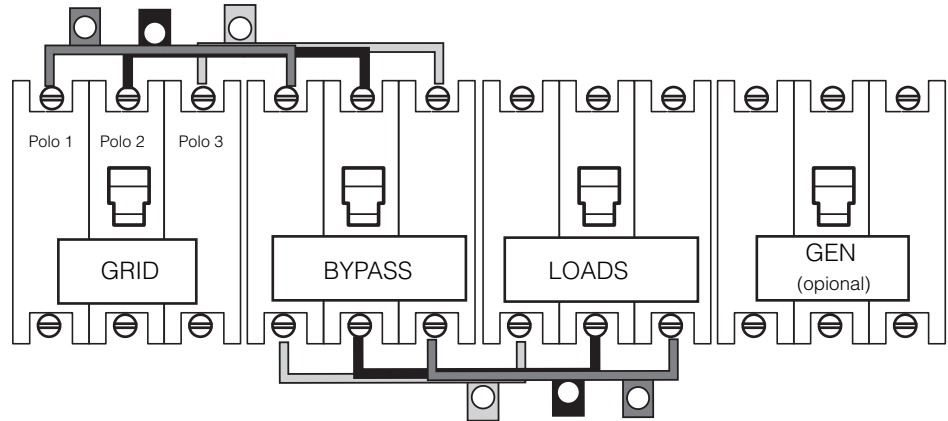

Figura 3-32 Instalação da ligação em ponte distribuição de energia (Trifásico)
- No PDP, conecte seis ligações em ponte de distribuição de energia com duas guias nas posições do disjuntor CA conforme mostrado no Figura 3-32 na página 3-67.